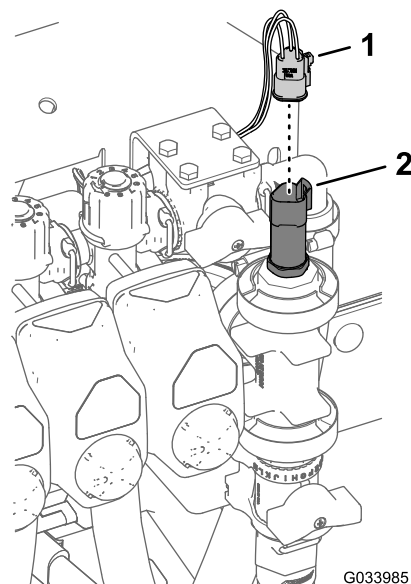

Рисунок 35
3. Установите кронштейн регулирующего клапана на крепление коллектора (Рисунок 35) с помощью 4 болтов с фланцевыми головками (6 x 16 мм) и 4 фланцевых контргаек (6 мм); затяните болты с моментом от 10 до 12 Н·м.
5. Подсоедините 3-гнездовой соединитель датчика давления (Рисунок 35).